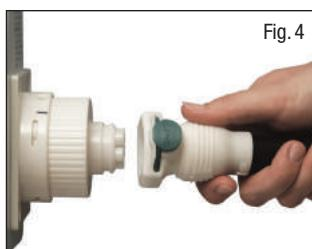

Fig. 4
- Forbind puddens luftslange til adaptoren så mærkerne fluger (Fig. 4). Sørg for, at de er korrekt isatte med et hørbart klik, ellers kan der opstå luftlækage.